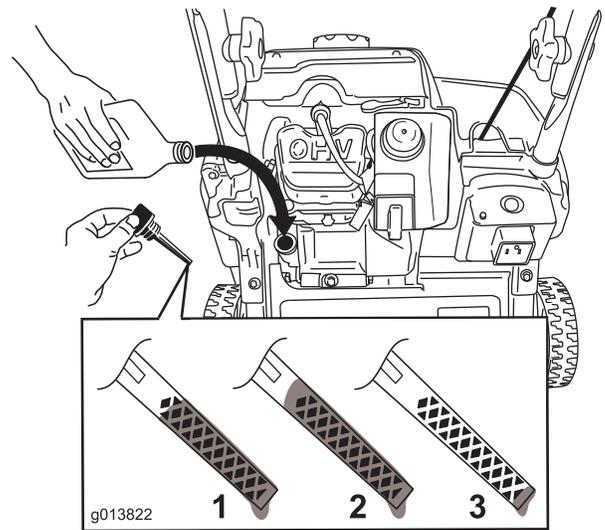

Figure 7
Remarque: Versez de l'huile dans le carter moteur jusqu'à ce que la jauge indique le niveau correct, comme montré à la Figure 7. Si vous remplissez excessivement le carter moteur, vidangez l'excédent d'huile.
2. Nettoyez la surface autour du bouchon de remplissage d'huile (Figure 7).
Remarque: Pour déterminer le niveau d'huile correct avec la jauge, voir la Figure 7.